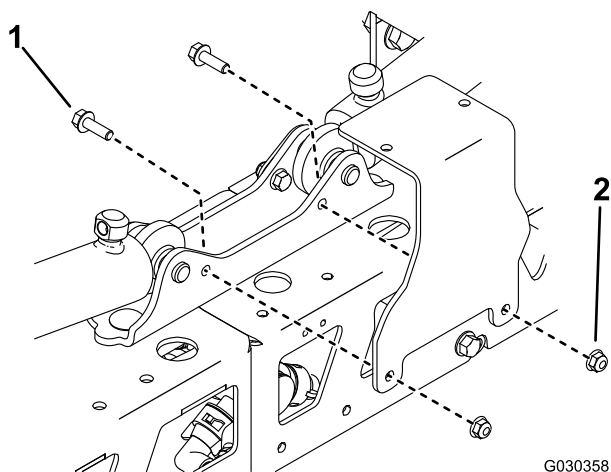

Рисунок 3
6. Снимите монтажный кронштейн с машины (Рисунок 3).